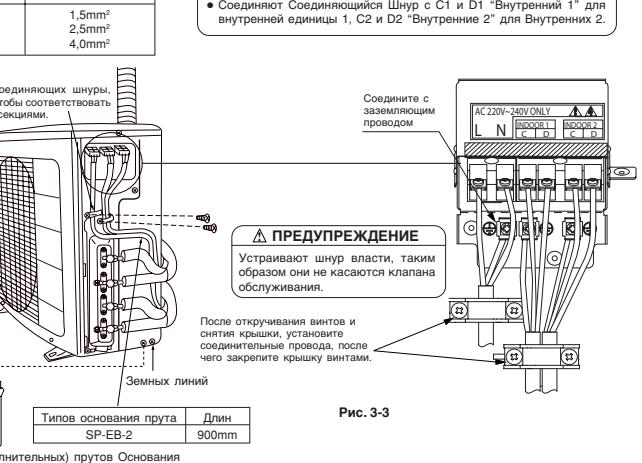

Рис. 3-3
- 2 Подключить соединительный кабель и сетевой кабель к клеммной колодке. (Рис. 3-3)
- 3 Прочно закрепить соединительные кабели и сетевой кабель с помощью стальной ленты. (Рис. 3-3)